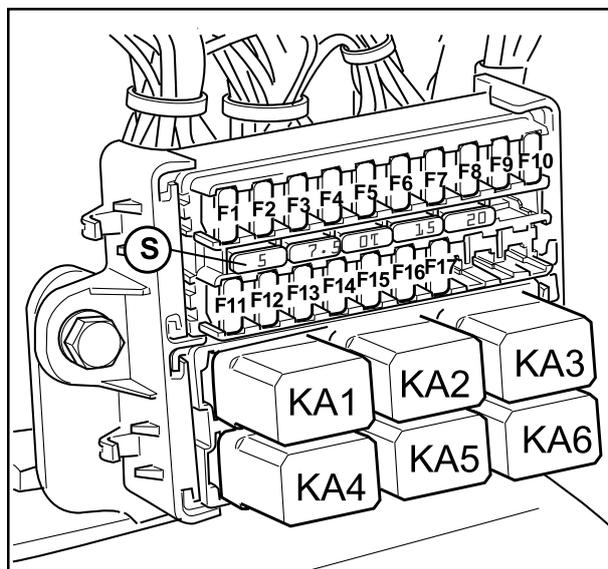

Fig.5-55 - Caixa porta-relés e porta-fusíveis principal.
- Caixa porta-relés e porta-fusíveis principal (Fig.5-55)
Fusíveis e relés na caixa porta-fusíveis principal (Fig.5-55).
FUSÍVEIS Fig.5-55
RELÉS Fig. 5-55